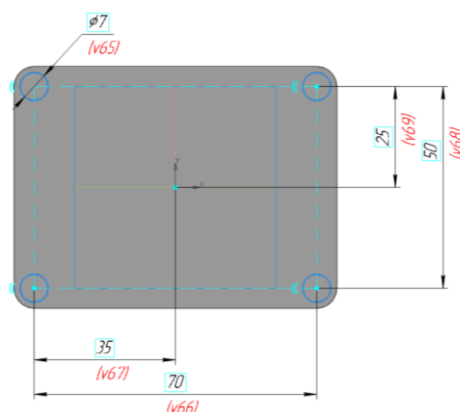

Рис. 19 Эскиз для создания гладких отверстий
- **Инструменты эскиза – Геометрия – Окружность.** Параметры операции Окружность: геометрические ограничения – выравнивание по вертикали и горизонтали центров окружностей, равенство диаметров окружностей; размерные зависимости – расстояния между центрами окружностей по координатам X – 70 мм, Y – 50 мм; диаметр окружности – 7 мм (рис. 19).